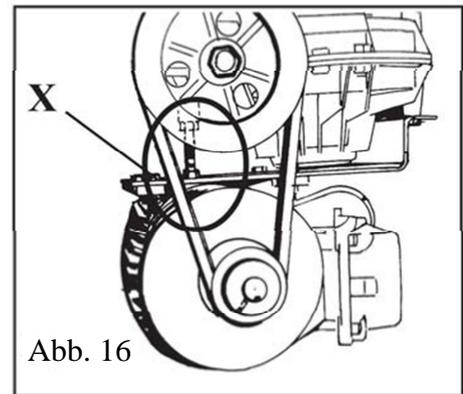

Abb. 16
- Den Antriebsriemen über die entsprechende Einstellschraube X auf der Motorhalterung entfernen (Abb. 16).